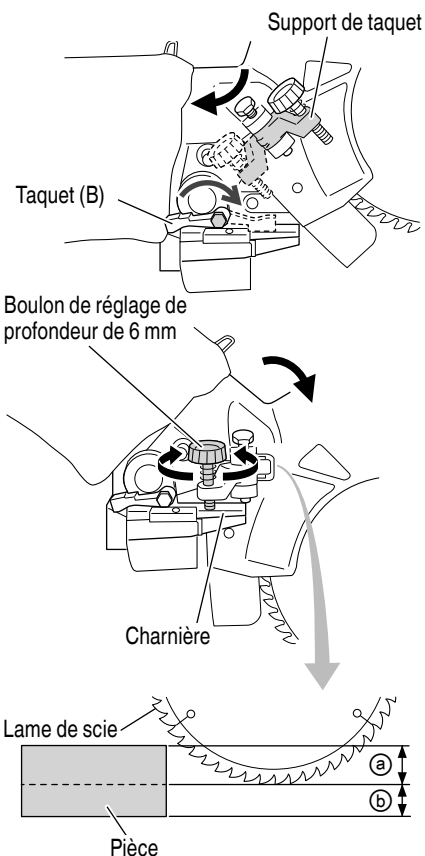

Fig. 50
Il est possible de découper des rainures dans la pièce en réglant le boulon de réglage de la profondeur de 6 mm (Fig. 50).
- (1) Tourner le support de butée dans le sens indiqué dans la Fig. 50.
- (2) Régler la profondeur de coupe voulue en réglant la distance entre la lame de scie et la surface du socle (Fig. 50).